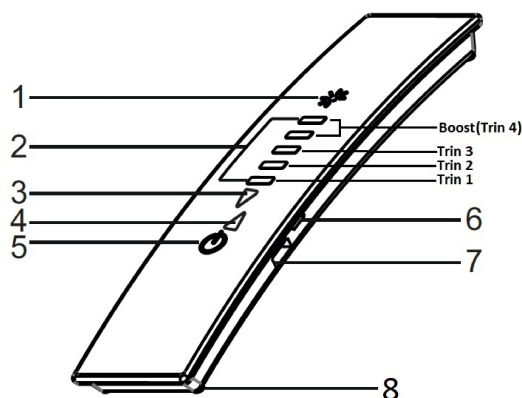

Fig. 22
**Bemærk:** Fjernbetjeningen aktiveres ved berøring eller bevægelse, når den er tændt på nr. 6 (Fig. 22).
**Bemærk:** Fjernbetjeningen slukker automatisk, når batteriet er ved at blive fladt. Alt efter hvor meget batteri der er tilbage, kan den slukkes og tændes på nr. 6 (Fig. 22) for at nødstarte.